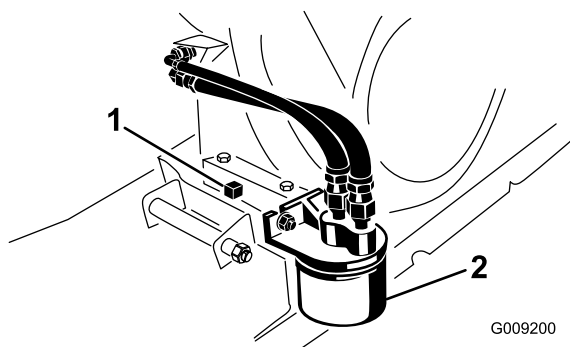

Figura 32
6. Retire o tampão de escoamento e o vedante (Figura 32).
2. Retire o filtro do óleo existente (Figura 32).
4. Enrosque o novo filtro no adaptador do filtro até que a gaxeta entre em contacto com a placa de montagem, em seguida aperte o filtro mais 1/2 a 3/4 de volta (Figura 32).